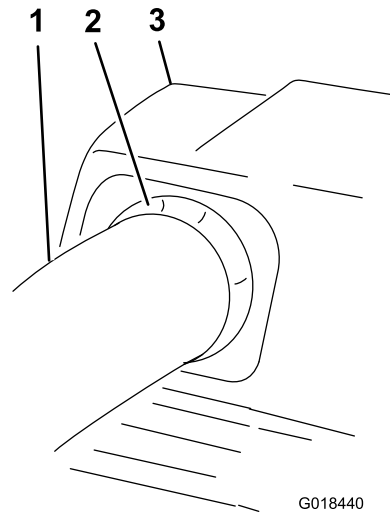

Bild 30
- 11. Ziehen Sie das obere Rohr etwas heraus, sodass sich die Dichtung nach außen über das untere Rohr wölbt (Bild 30).
20. Ziehen Sie das obere Rohr etwas heraus, sodass sich die Dichtung nach außen über das Gebläse wölbt (Bild 30).